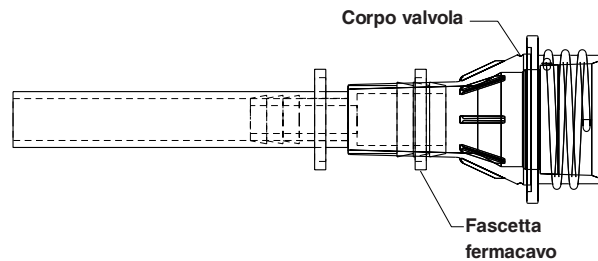

Figura 4
10. Installare il raccordo accoppiatore riduttore premendo saldamente finché non si è completamente inserito nel corpo della valvola (vedere Figura 4).
11. Utilizzando lo strumento per fascette, installare la fascetta in dotazione attorno al corpo della valvola, centrata sul raccordo accoppiatore riduttore (vedere Figura 4).
13. Installare il raccordo accoppiatore riduttore premendo saldamente finché non si è completamente inserito nel corpo della valvola (vedere Figura 4 a pagina 20).
14. Utilizzando lo strumento per fascette, installare la fascetta in dotazione attorno al corpo della valvola, centrata sul raccordo accoppiatore riduttore (vedere Figura 4 a pagina 20).